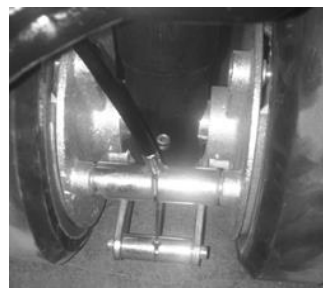

Bild 12: Progressiv drivning och parkeringsbroms
- Vrid pumpen 90 grader åt höger sida och för sedan igenom bromsvajern bakom tryckplattan. (Bild 12)